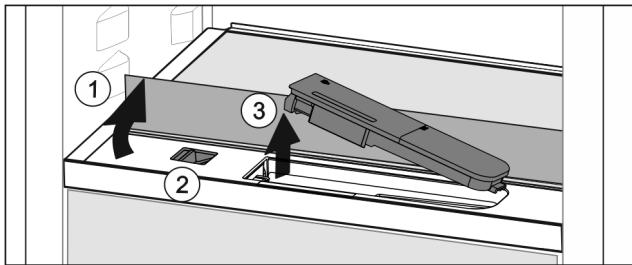

Fig. 44
- Поднять стеклянную панель и откинуть до упора назад Fig. 44 (1).
- Сдвиньте ползунок Fig. 44 (2) влево.
- Вынуть бак для воды Fig. 44 (3).